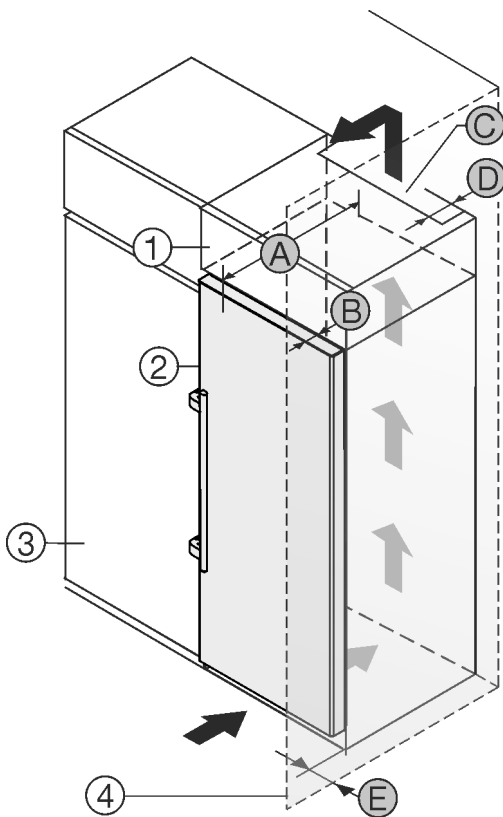

Fig. 2
Prietaisą galite statyti iš karto šalia virtuvės spintelės Fig. 2 (3).\*
Galiniėje uždedamos spintelės pusėje turi likti tarpas ventiliacijai, kurio gylis Fig. 2 (D) būtų per visą uždedamos spintelės plotį.\*
Po patalpos lubomis turi būti laikomasi vėdinimo angos skerspjūvio Fig. 2 (C).\*
Jei prietaisai su lankstais statomi greta sienos Fig. 2 (4), mažiausias atstumas tarp prietaiso ir sienos turi būti 57 mm . Tai atitinka rankenų išsikišimą esant atvertoms durims.\*
Kad durys atsidarytų iki galo, palyginti su šaldytuvo priekiu, prietaisai turi išsikišti bent per savo durų gylį Fig. 2 (B). Priklausomai nuo virtuvės spintelės Fig. 2 (3) gylio ir atstumo iki sienos nustatančių detalių naudojimo, prietaisai gali išsikišti daugiau.\*